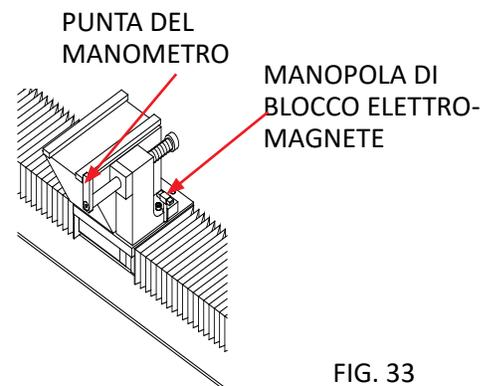
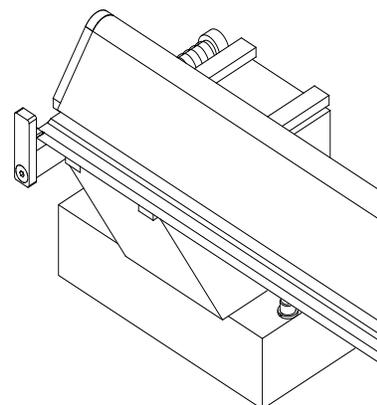
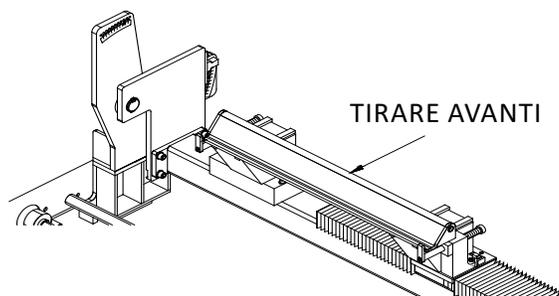

FIG. 33
FIG. 35
FIG. 36
1. Tirare in avanti entrambi gli indicatori di allineamento della controlama e ruotarli per bloccarli in posizione. Allentare la manopola sul gruppo elettromagnete lato destro. Vedi FIG. 33. Mettere a terra il gruppo controlama / spalliera sugli elettromagneti. Spostare il gruppo dell'elettromagnete sul lato destro finché le punte del misuratore di allineamento non si trovano ad entrambe le estremità della controlama. Vedi FIG. 36. Stringere la manopola di blocco dell'elettromagnete sul lato destro quanto basta per fissare il gruppo dell'elettromagnete.
3. Posizionare la controlama in modo che le punte mai indossate di una controlama usata o le estremità di una nuova controlama siano contro le punte del calibro di allineamento. Vedi FIG. 35. Tirare la controlama in avanti con decisione contro la punta del manometro e quindi portare l'interruttore dell'elettromagnete su ON. Vedi FIG. 36.